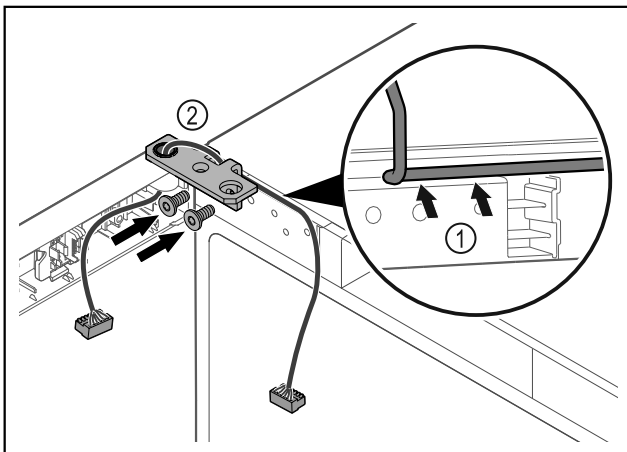

Fig. 47
- ▶ Prakiškite laidą pro šarnyrinio kampuočio angą ir atsargiai nutieskite Fig. 47 (1).
- ▶ Prisukite šarnyrinį kampuočių Fig. 47 (2).